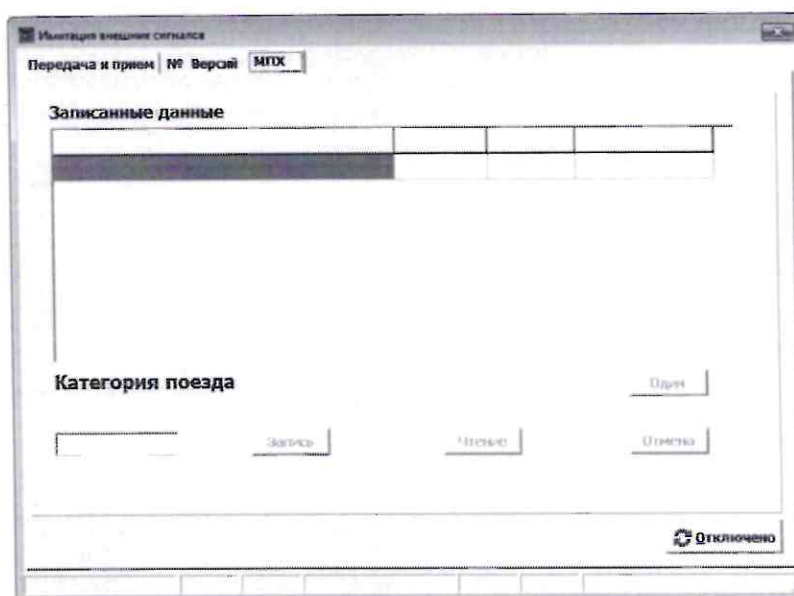

Рисунок 3. Окно «Имитация внешних сигналов», вкладка «МПХ».
При проведении периодической поверки и первичной поверки после ремонта, параметры, записанные в блок БС-ДПС, считываются с помощью программы «APPI\_stand.exe» следующим образом: в меню «Окна» выбирается «Имитация сигналов», в появившемся окне выбирается вкладка «МПХ» (рисунок 3).
В меню «Окна» нажать «Имитация сигналов», выбрать вкладку «Передача и Прием» (Рисунок 3). Затем в подменю «Настройка» выбрать «CANBUS» и нажать кнопку «Отключено». В подменю «УКТОЛ» поставить галочки напротив «УР», «ТЦ» и «ТМ», движками установить давление датчиков 0,00 МПа. В подменю «УКТОЛ» поставить галочку «Вкл.УКТОЛ». Проверить правильность отображения давления на Мониторе 5.2 при следующих значениях: 0,25; 0,50; 0,75 и 1,00 МПа. Абсолютная погрешность отображения давления датчика вычисляется по формуле (8).